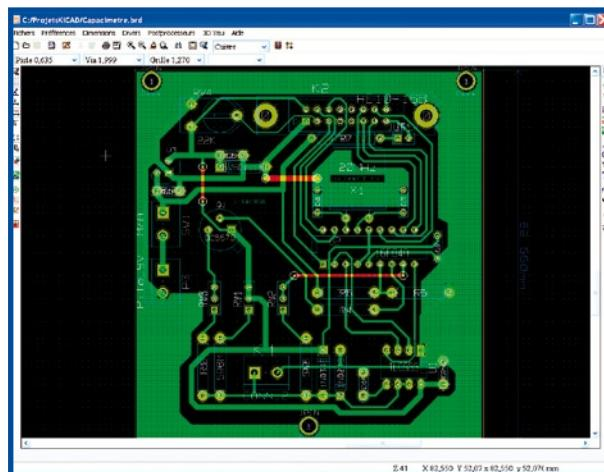
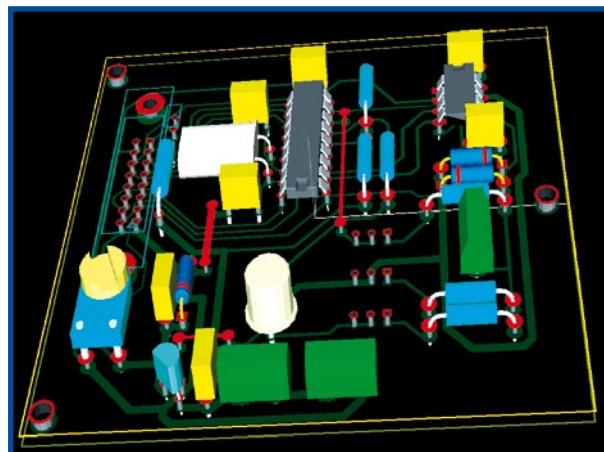
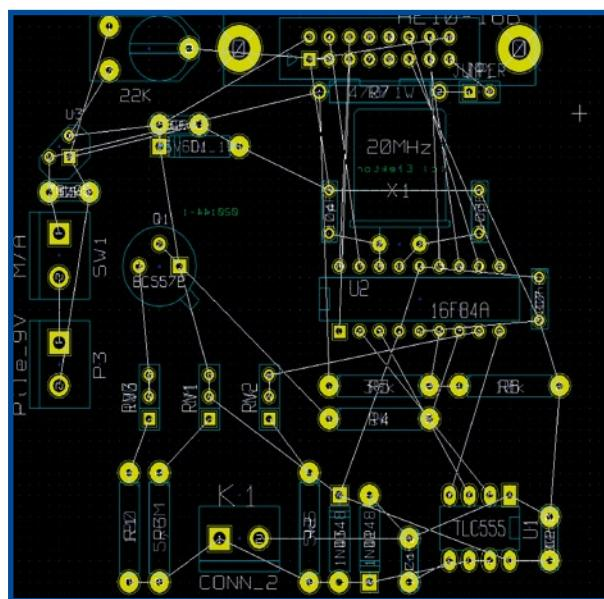

Figure 5.
Figure 6.
Figure 7.
On accède à PCBNew à partir du gestionnaire de projets Kicad (recommandé), ou directement depuis l'icône **(G)** (**figure 5**). Ce logiciel de conception de circuits imprimés est à l'image de EeSchema : simple, facile à prendre en mains et à utiliser ; ses performances n'en sont pas pour autant à la traîne, jugez plutôt : 16 couches de cuivre, 12 couches techniques (sérigraphie, vernis épargne, cotations, etc.), composants traversants ou CMS, travail au 1/10 000^{ème} de pouce, chevelu dynamique, contrôle d'isolement (*Design Rules Check*), plans de masse, il possède un routeur interne capable, excusez du peu, de travailler en simple couche ! Qu'est-ce qu'un amateur peut demander de plus ? Une vue 3D de sa platine pour le plaisir visuel ? C'est en **figure 6** !
Il est déjà temps de passer du mode placement au mode routage avec l'icône (J). D'un clic droit, faites « Autoroutage global -> Selection couple de couches ». En tant qu'amateurs, il est assez normal que nous choisissons un circuit simple face ; autrement dit, la couche supérieure sera, tout comme l'inférieure, le cuivre. L'autoroutage automatique (Autoroutage global -> Autoroute tous modules), s'il ne routera pas entièrement votre carte, vous dégrossira déjà cette tâche. Il vous restera ensuite à terminer en mode manuel, ou à déplacer quelques composants et re-router l'ensemble. Le routage manuel se fait, bien entendu, le plus naturellement du monde avec la souris, et vous constaterez vite que PCBNew sait placer vos pistes au doigt et à l'œil, sans être obligé de définir laborieusement le moindre changement de direction. L'affichage du chevelu (K), (Cf. **figure 7**) permet un travail rapide et fiable. Les ponts (straps), s'ils sont nécessaires, seront représentés comme des pistes sur la couche composants (en rouge sur la figure 6).